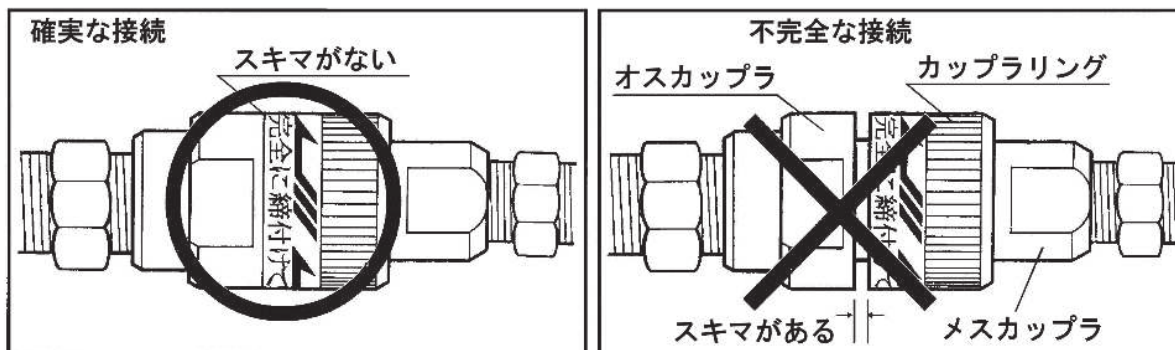

図1
- カップラの接続は確実に行ってください。不完全な状態で使用しますとラムが上昇したまま下がらなくなる原因となります。(図1)
(図1・図4)